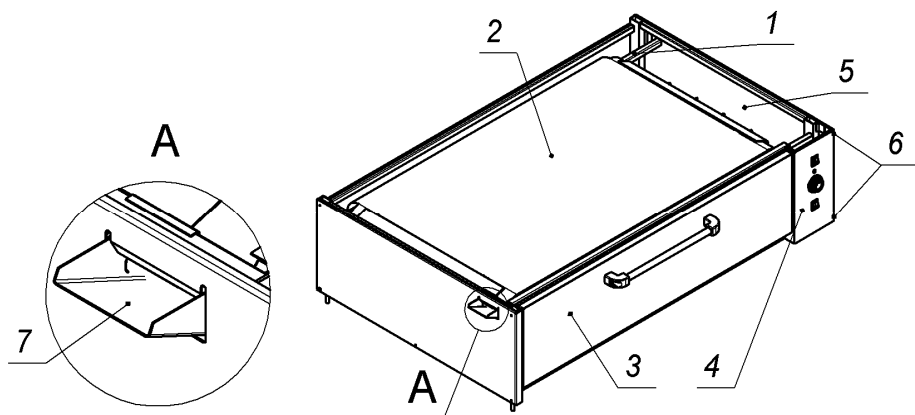

Рис.2
Камера оборудована системой увлажнения воздуха: внутри камеры, на задней стенке, установлен испаритель воды, который можно снять для очистки. Для заливки воды в испаритель используется желоб (рис.2, поз.7 и рис.3, поз.3). Объем воды, одноразово заливаемой в испаритель, не более 200см3. Для увлажнения рекомендуем использовать дисцилированную или умягченную воду.
4.5 Для обслуживания электроприборов, ТЭНов и регулирования пружинного механизма дверки, необходимо снять панель управления (рис.2, поз.4), отвернув 4 винта (рис.2, поз.6), крепящие панель к каркасу секции.
1. Снять панель управления (см. рис.2).
- Снять панель управления (рис.2, поз.4) или снять правую облицовочную панель;